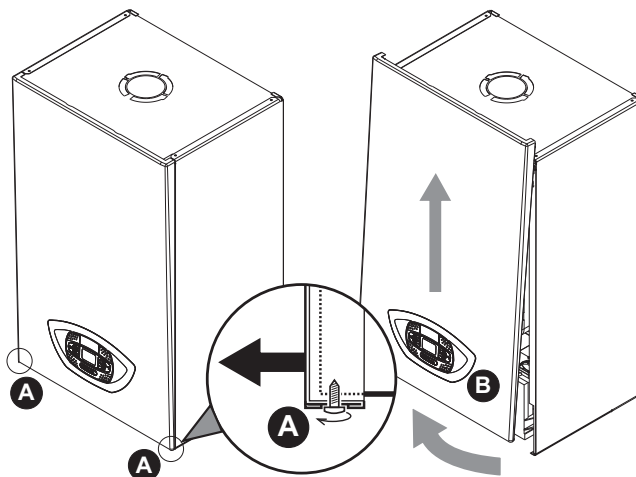

рис. 34- Открытие передней панели
1. Отвинтите не до конца винты **A** (см. рис. 34).